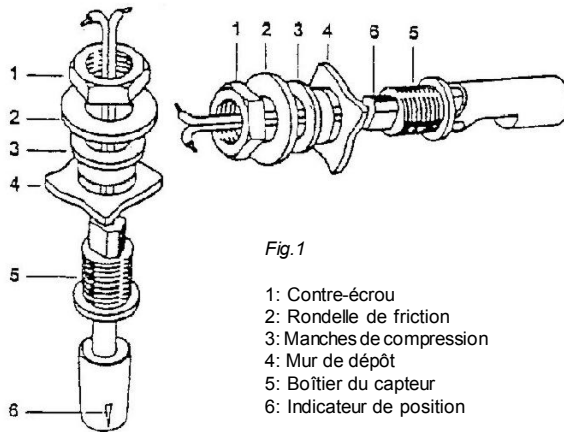

Fig. 1
- Pour introduire le manchon de compression, la rondelle de friction et de l'écrou dans le boîtier du capteur (fig. 1) et tourner l'écrou jusqu'à ce que le manchon commence à se déformer.